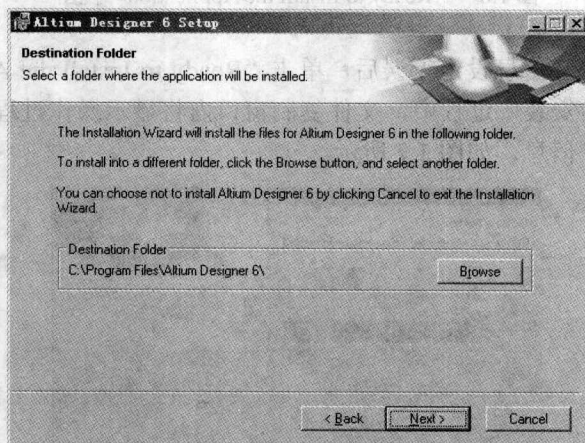

图 1.4 “Destination Folder”视图
(4) 在“User Information”视图中的“Full Name”编辑框内输入用户名称，在“Organization”编辑框内输入单位名称，在使用权限选项中选中使用权限的范围中的“Anyone who uses this computer”前的单选按钮，表示这台计算机上的所有用户都能使用 Altium Designer 6，“Only for me”单选项则表示只有在当前安装 Altium Designer 6 的用户账号下才能使用 Altium Designer 6 软件。单击“Next”按钮，显示如图 1.4 所示的“Destination Folder”视图。